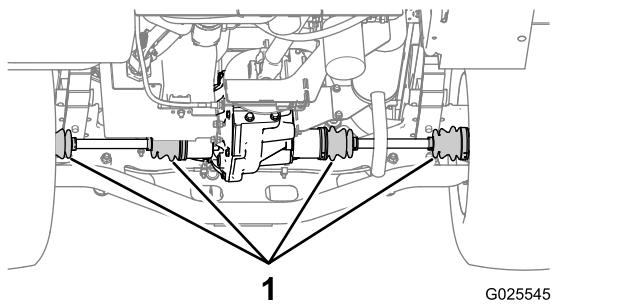

Рисунок 66
- Проверьте пыльники ШРУСов на задних мостах на отсутствие повреждений и утечек смазочного материала (Рисунок 66).